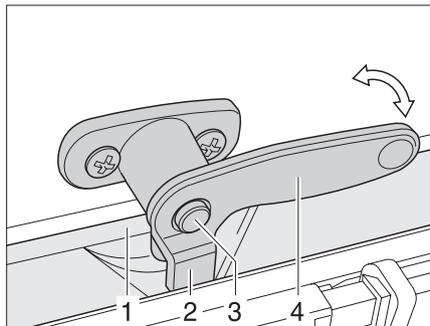

Fig. 24 Levier de verrouillage avec bouton de sécurité en position "fermée"
- ▶ Si présent, enfoncer le bouton de sécurité (Fig. 24,3) et le maintenir enfoncé.